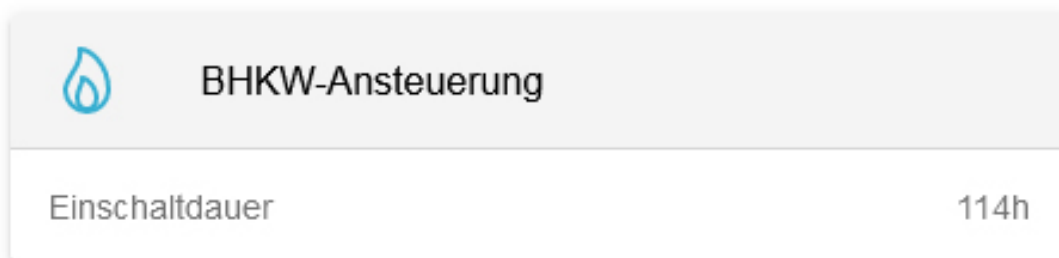

Abbildung 22. Widget — Historische Ansicht 1
- Abbildung 22. Widget — Historische Ansicht 1